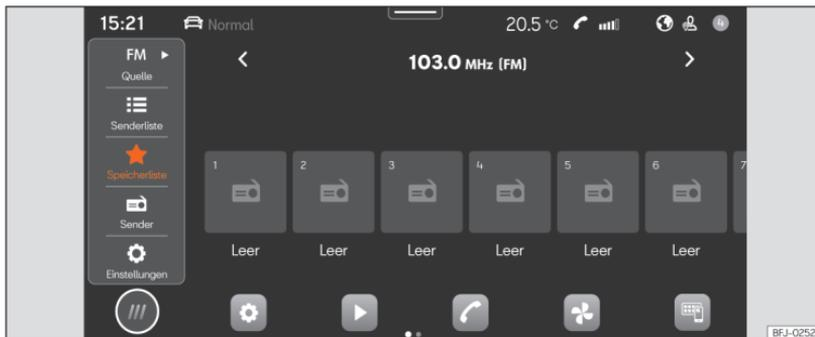

Abb. 188 Schematische Darstellung: Ansicht Radio.
- Drücken Sie **HOME** > >>> **[Abb. 188]**.